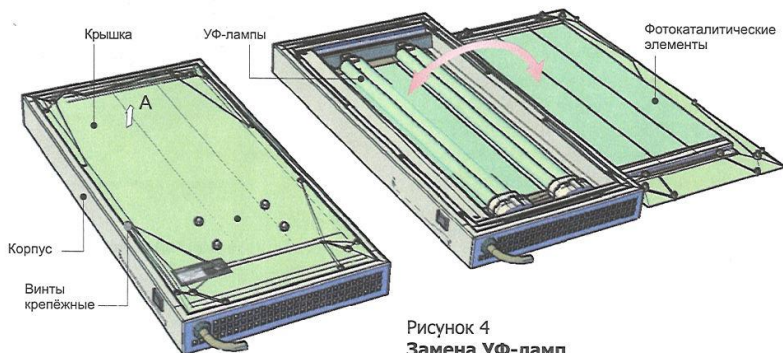

Рисунок 4
1. Положить прибор на ровную горизонтальную поверхность нижней крышкой вверх (Рисунок 4).